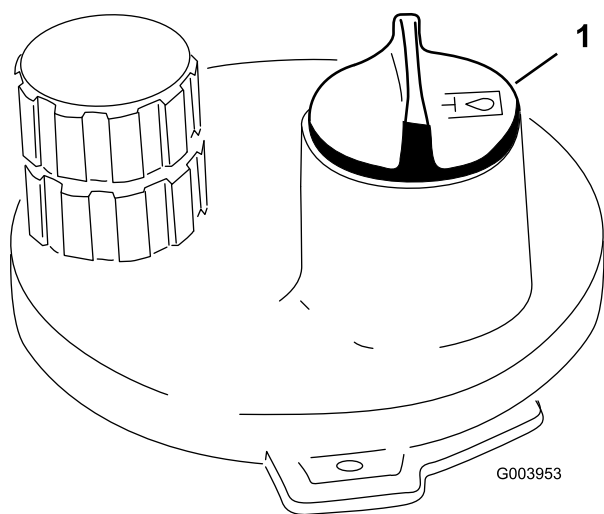

Figure 35
3. Nettoyez la surface autour du goulot de remplissage et du bouchon du réservoir hydraulique (Figure 35). Retirez le bouchon du goulot de remplissage.